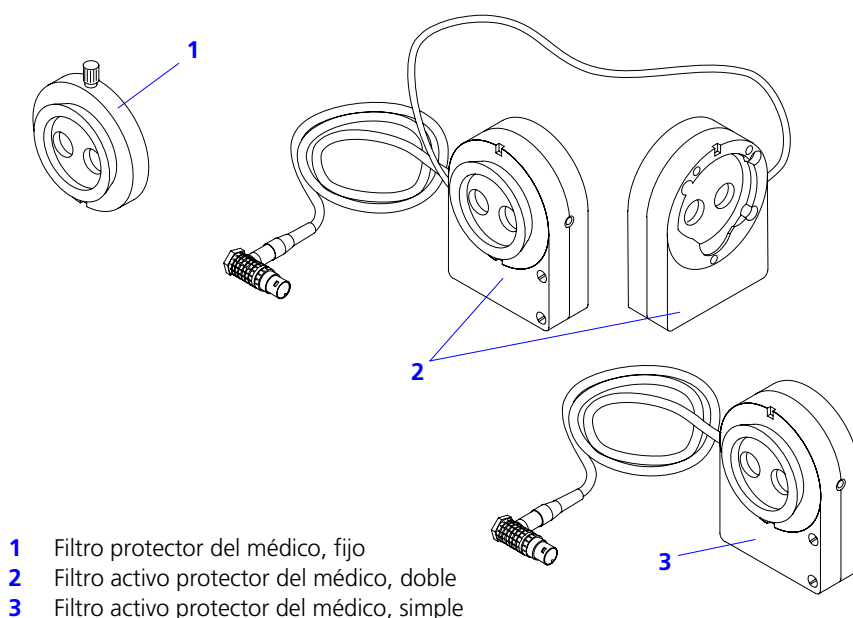

Fig. 37 Sonda intraocular
- Seleccione el filtro protector del médico utilizado por usted "**Fixed**" (fijo, **1**, Fig. 37) o "**Active**" (activo, **2** o **3**, Fig. 37).